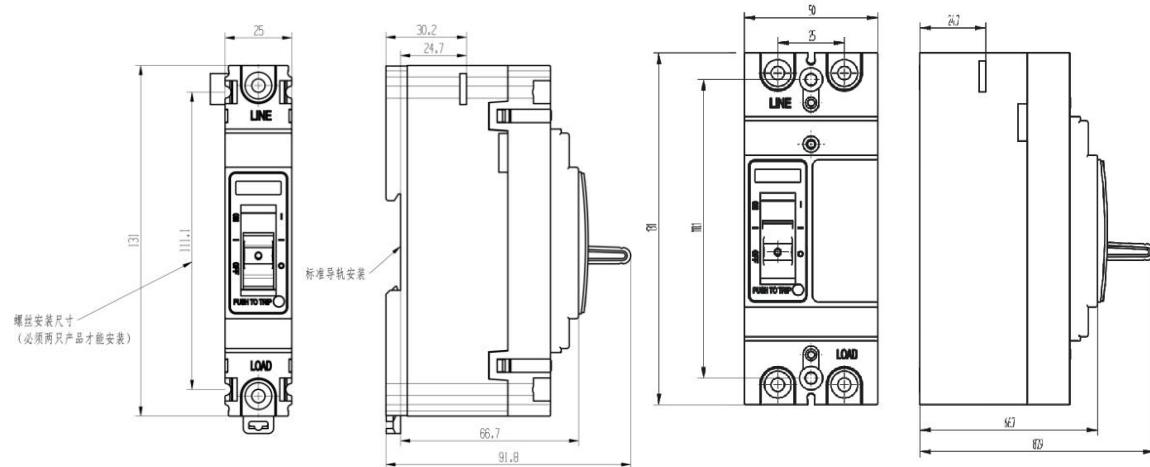

图 20 HYM3、HYM3K-63、125/1P、2P 板前接线外形及安装尺寸
6.1 HYM3、HYM3K-63~125/1P、2P 断路器板前接线外形及安装尺寸见图 20。